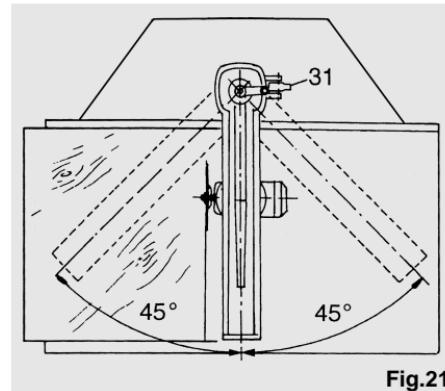

Fig.21
- Posicionar el brazo a 0° como en la fig. 21 y bloquear la rotación introduciendo la palanca (31) en su alojamiento.
- Colocar una tabla contra la varilla de tope, cortar la misma por todo el recorrido del carro y verificar que el corte resulte en escuadra. (ver fig. 21).